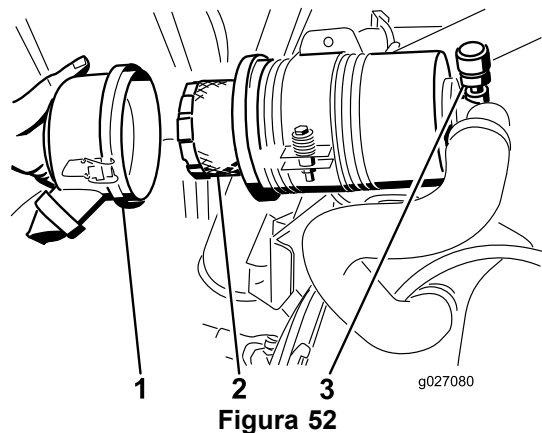

Figura 52
3. Retire y cambie el filtro (Figura 52).